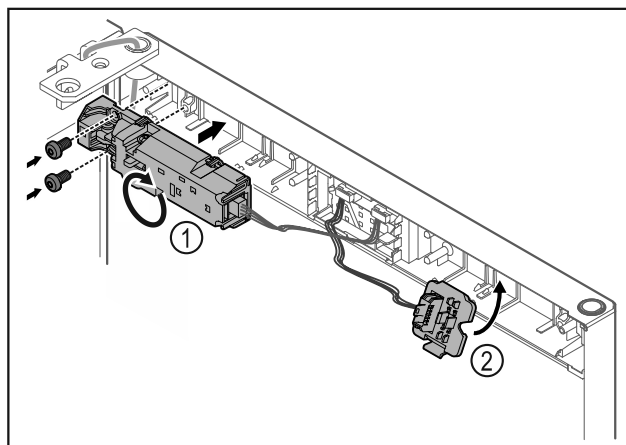

Fig. 19
- ▶ Forgassa el a zárat Fig. 19 (1) 180°-kal, és rögzítse azt az ellenkező oldalon.
- ▶ Reteszelve be a dugófoglalatot Fig. 19 (2) az ellenkező oldalon.